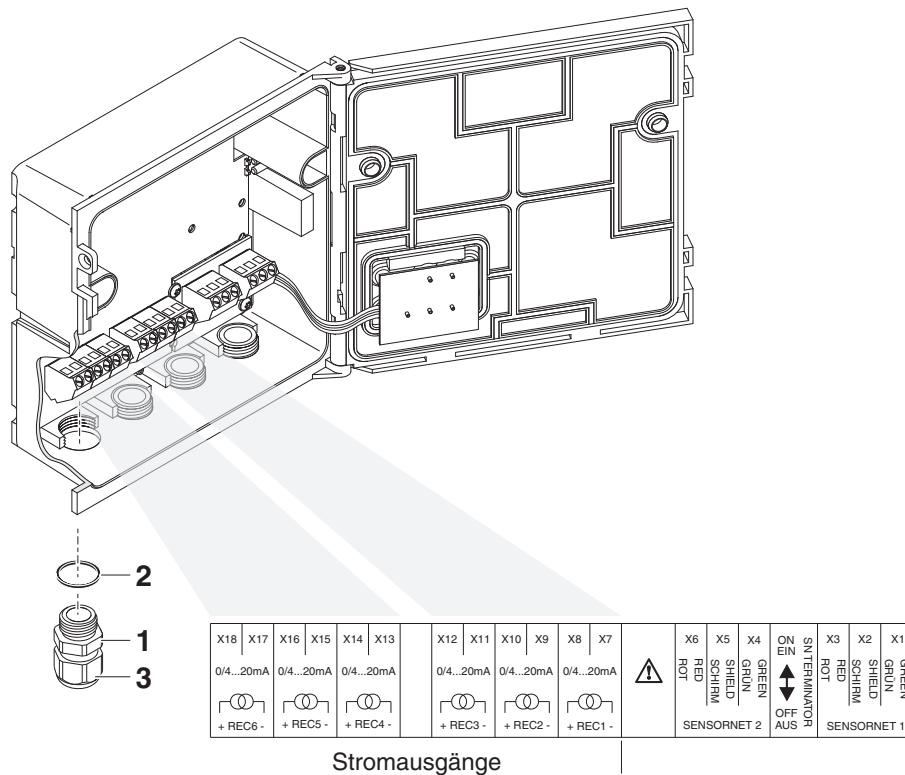

Bild 3-1 Klemmleiste mit den Stromanschlüssen
- 3 Die Kabelverschraubung (Pos. 1 in Bild 3-1) mit dem Dichtring (Pos. 2 in Bild 3-1) in das Modulgehäuse einschrauben.
- 4 Die Überwurfmutter (Pos. 3 in Bild 3-1) lockern.
- 7 Die Überwurfmutter (Pos. 3 in Bild 3-1) festziehen.